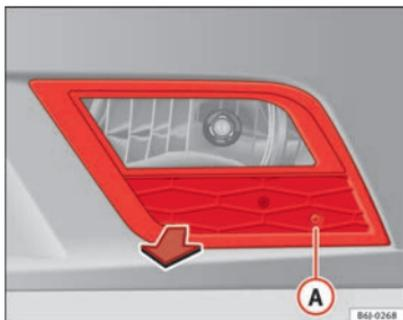

Abb. 170 Nebelscheinwerfer
- Entfernen Sie die Schraube ⇒ Abb. 170 (A) mit einem Schraubendreher aus dem Gitter des Nebelscheinwerfers.